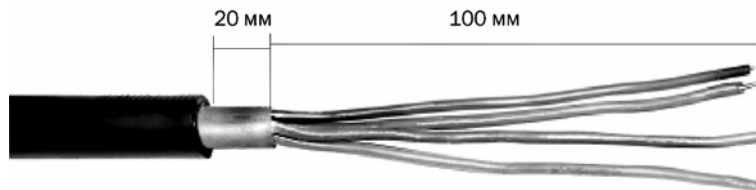

Рис. 12.1. Подготовка кабеля типа КСПП к монтажу
12.2. Выполнить операции по подготовке концов кабелей к монтажу в соответствии с рис. 12.1.